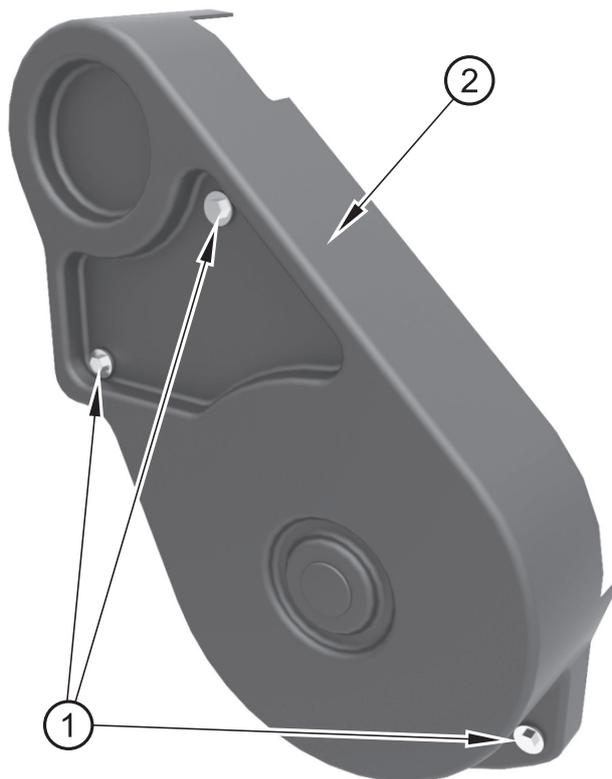

Abbildung 12
1. Lösen Sie die Schrauben (Abbildung 12, Nummer 1) und nehmen Sie die Schutzabdeckung (Nummer 2) ab.
- Lösen Sie die Schrauben (Abbildung 12, Nummer 1) und nehmen Sie die Schutzabdeckung (Nummer 2) ab.